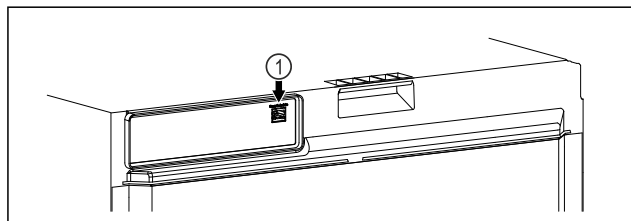

Fig. 127
- ❑ Le SmartModule Fig. 127 (1) est installé.